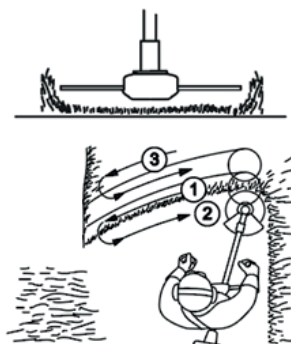

Рисунок 21. Схема скошування трави на ділянках вільних від перешкод.
3. Під час скошування плавно рухати електрокосою з боку в бік (див. рис. 21), намагаючись водночас утримувати різальну частину виробу на однаковій висоті над землею. Не намагатися скошувати високу траву за один раз. Це може призвести до того, що головка заплутається в траві, і, як наслідок, — до перенавантаження двигуна. Скошування високої трави рекомендовано починати поступово, починаючи з верхівки.